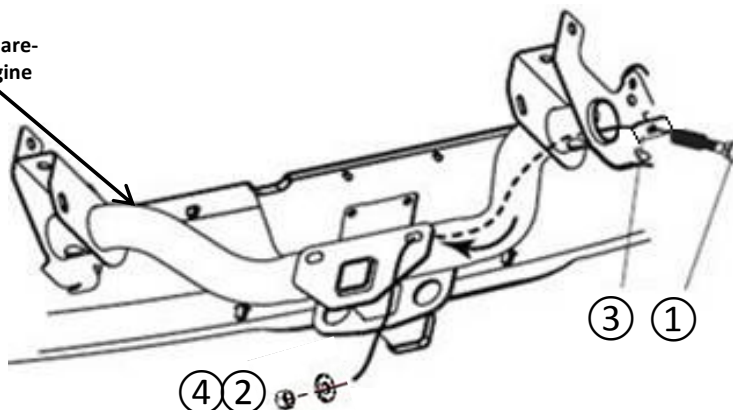

Figure 2
4. Insérer le fil de tirage par le trou de montage puis à l'extérieur du tube. (Voir Fig. 2)
5. Acheminer le boulon de carrosserie et la plaque de renforcement à travers la poutre de pare-chocs et les fentes de montage de l'attelage. (Voir Fig. 2)